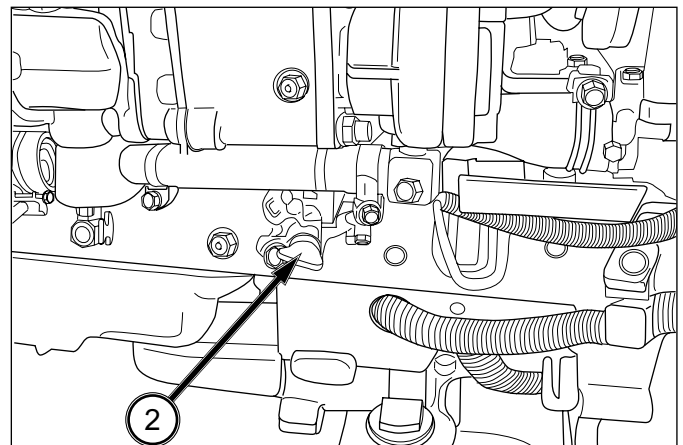

FIG. 6-23
FIG. 6-23: Le robinet de vidange (2) permet de vidanger le liquide de refroidissement du bloc-cylindres et du radiateur. Le robinet de vidange est situé du côté droit du moteur. Il faut remplacer le liquide de refroidissement s'il est contaminé par la rouille ou de la boue. Desserrez le bouchon du radiateur pour accélérer la vidange.